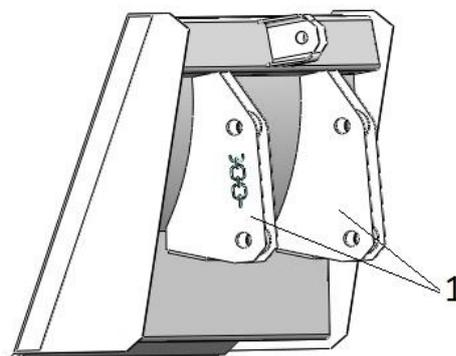

Рис. 3 Отвал
- отвал ПЗ20-3А (рис.3) шириной захвата $1,7 \text{ м}$ – для планирования площадок, сгребания снега и других работ.
4.3.2. Отвал (рис.3)
Отвалы погрузчика одинаковы по конструктивному устройству и имеют ширину захвата 1,7 м. На задней стенке отвалов приварены кронштейны 1 (рис.3), при помощи которых отвал присоединяется к раме подъема и гидроцилиндрам поворота рабочих органов.